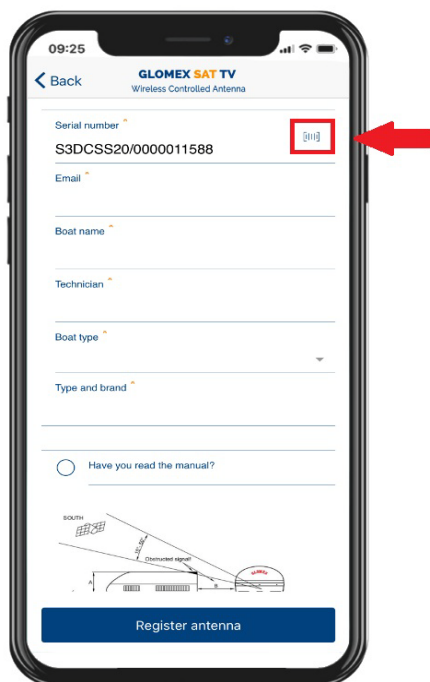

Fig. 35
- Cliccare sul pulsante codice a barre in alto a destra (**Fig. 35**), scansionare il codice a barre presente a pagina 2 del manuale d'uso della vostra antenna, sulla scatola d'imballaggio, sul retro dell'unità di controllo e sul disco parabolico. Completare la registrazione con i dati mancanti.